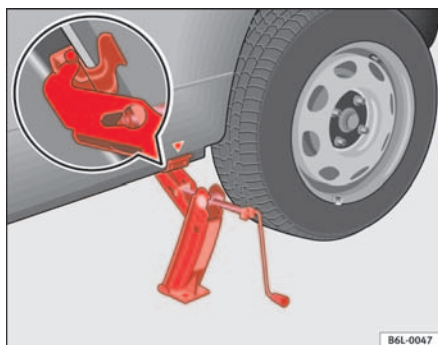

Abb. 143 Wagenheber
- Richten Sie den Wagenheber so aus, dass seine Klaue den Steg des Unterholms umfasst und die bewegliche Grundplatte plan auf dem Boden aufliegt ⇒ Seite 217, Abb. 143.